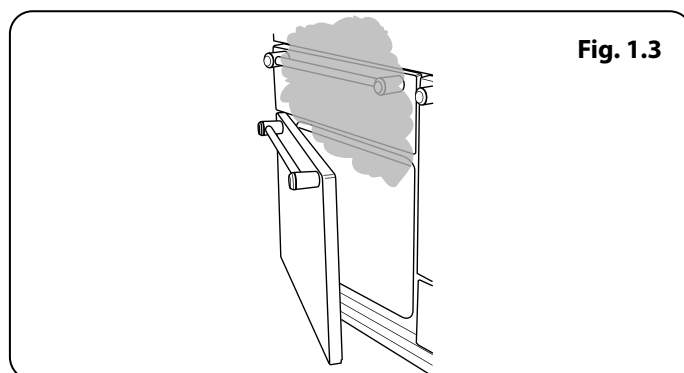

Fig. 1.3
- La cuisson d'aliments à haute teneur en eau peut produire une « bouffée de vapeur » à l'ouverture de la porte du four. Lorsque vous ouvrez la porte du four, reculez-vous et attendez que la vapeur se soit dissipée. **(Fig. 1.3).**